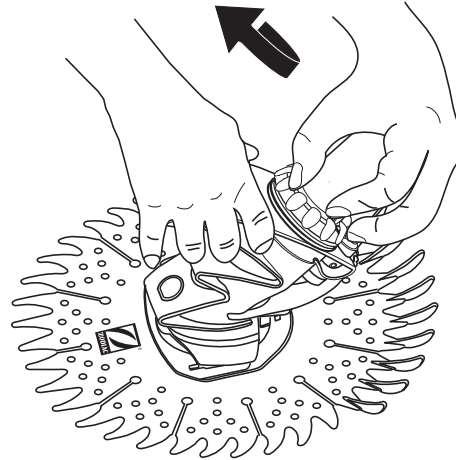

Figura 12
4. Verifique que la arandala está al dentro de la tuerca manual. Inserte el motor en el cuerpo y enrosque y apriete la tuerca manual. (Ver Figura 12).